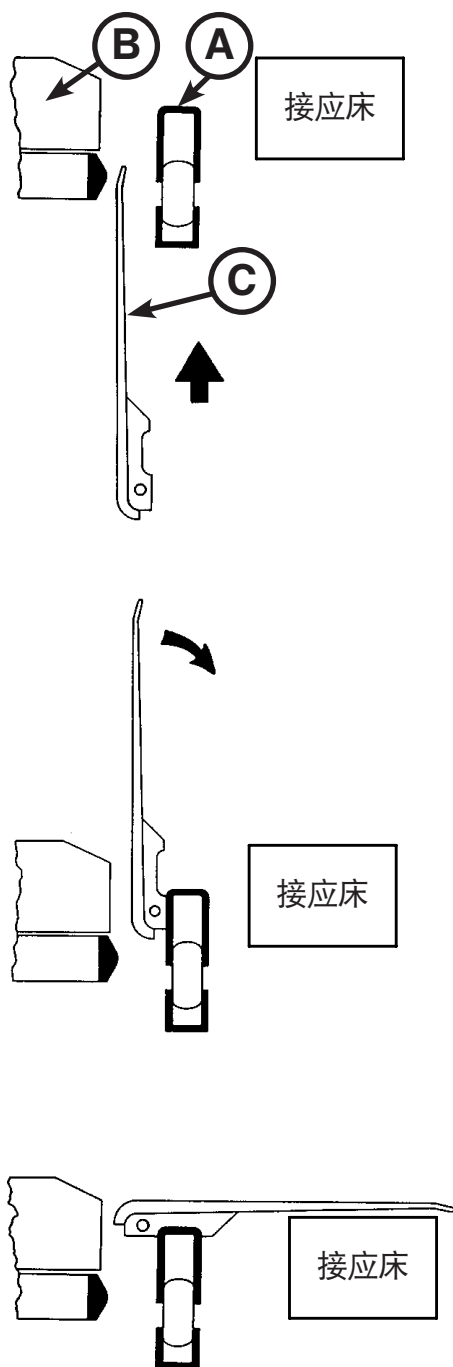

图6.1：转移板
注：转移板 (C) 位于侧护栏 (A) 和床垫 (B) 之间，如图6.1所示。
1. 将侧护栏 (A) 降至最低位置。
2. 在用一只手上抬一端的同时，将另外一只手放在转移板底部，以升高转移板 (C)。